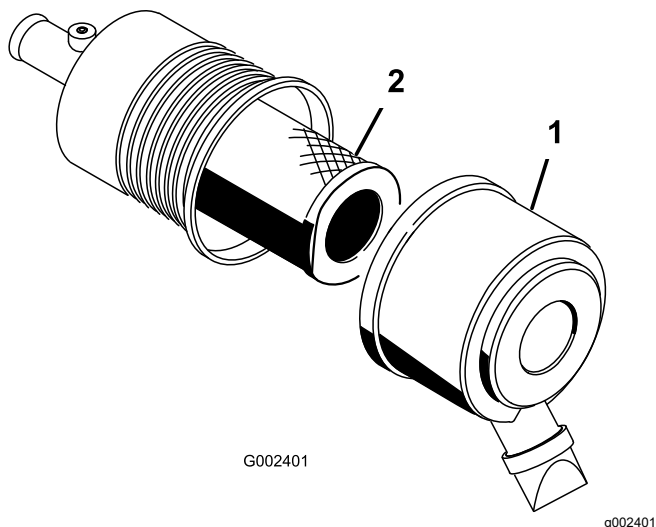

Figura 33
1. Eliberați elementele de fixare ale filtrului de aer și îndepărtați capacul filtrului de aer (Figura 33).
3. Glisați uor filtrul din corpul filtrului de aer (Figura 33).
5. Glisați cu atenție filtrul peste tubul corpului (Figura 33).
6. Montați capacul filtrului de aer la partea de sus și fixați-l cu elementele de fixare (Figura 33).